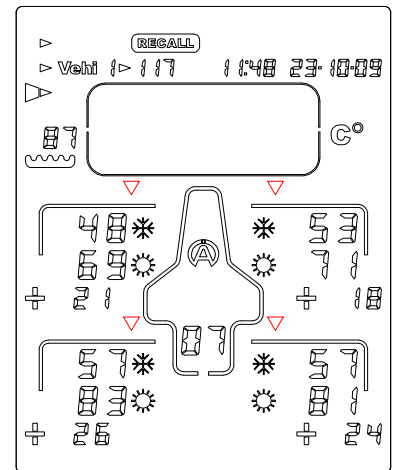

Figure 13
- 7) Pressez de nouveau le bouton  ou  : le Tyrecontrol affiche la dernière phase de données, c-à-d les températures intérieures des pneus, avant  et après  course + les écarts (*figure 13*)